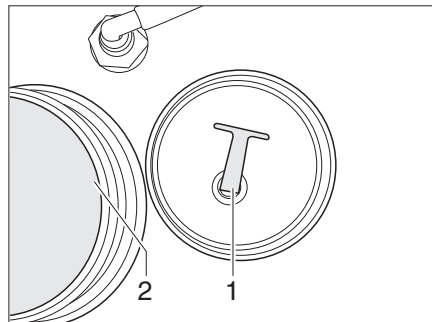

Bild 136 Wassertank
- Verschlussdeckel (Bild 136,2) abschrauben.
- Verschlussdeckel (Bild 136,2) am Wassertank abschrauben.
- Den Verschluss-Stopfen (Bild 136,1) aus der Ablassöffnung herausschrauben. Das Wasser läuft ab.